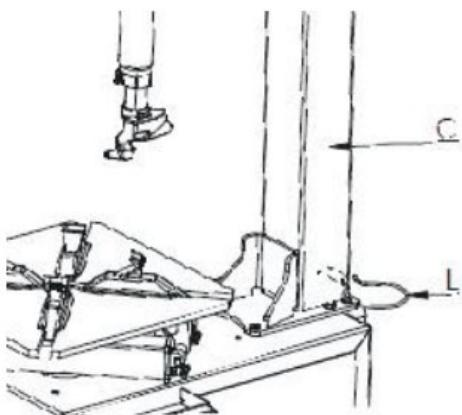

Abb.5-d
- Wie in Abb.5-d dargestellt, setzen Sie die L-Ring-Anschlusslöcher auf der rechten Seite der Säule C in  $\phi 5$  ein.